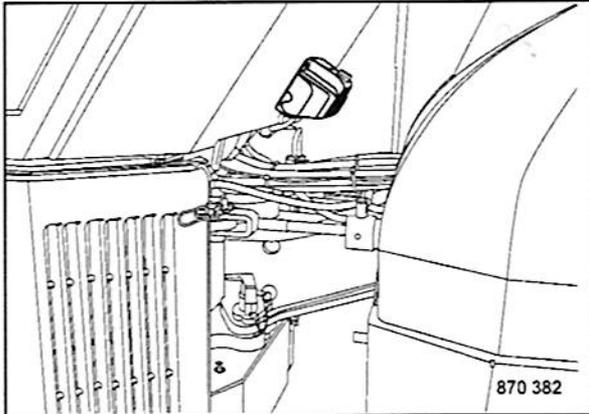

Fig. 201
- Comprobar el nivel del líquido en el depósito de reserva (Fig. 201) y completar el nivel, si fuese necesario.